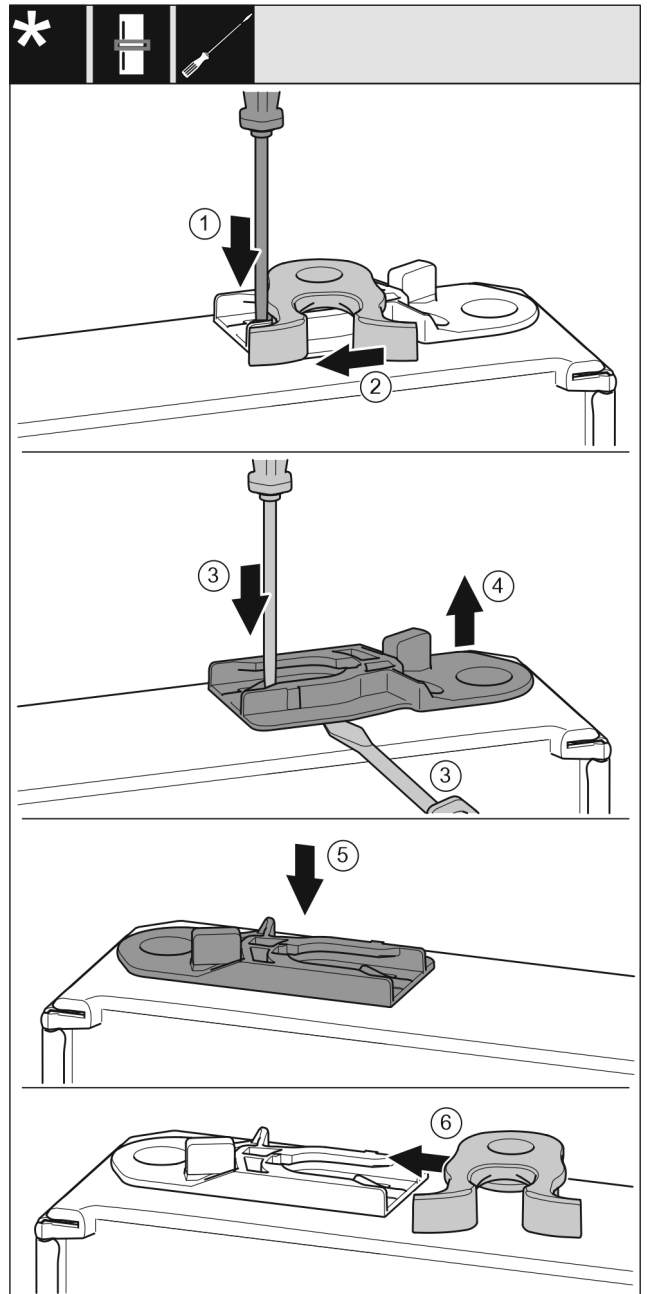

Fig. 50 *
- ▶ Lasche Fig. 50 (1) mit Schlitzschraubendreher nach unten drücken.*
- ▶ Schließhaken Fig. 50 (2) aus Führung ziehen.*
- ▶ Führungsbuchse Fig. 50 (3, 4) herausziehen: Lasche mit Schlitzschraubendreher drücken und gleichzeitig mit Schlitzschraubendreher unter Führungsbuchse fahren.*
- ▶ Im Lieferumfang beiliegende Führungsbuchse Fig. 50 (5) auf anderer Gehäuseseite einschieben.*
- ▶ Schließhaken Fig. 50 (6) in Führung schieben.*